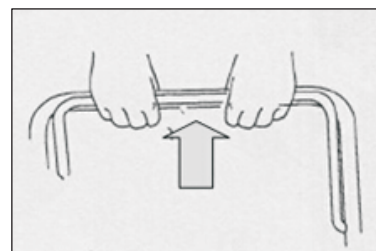

Fig. 2A
- b) Stando dietro all'apparecchio, afferrare la maniglia di controllo del freno e premerla verso la maniglia superiore (Fig. 2A);